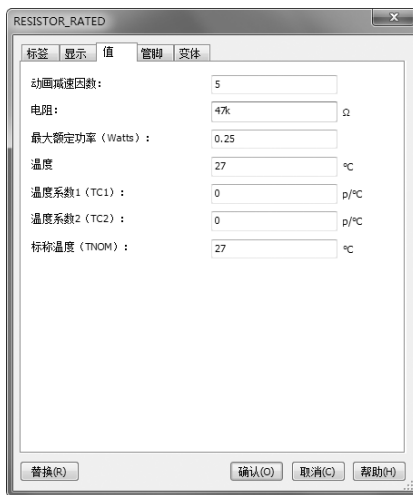

图 4-96 “RESISTOR_RATED”对话框
- 2) 双击电容元器件 R1，弹出图 4-96 所示的属性设置对话框，在“值”选项卡“电阻”栏中输入修改的参数值 47 k，单击“确认”按钮，完成属性值设置。